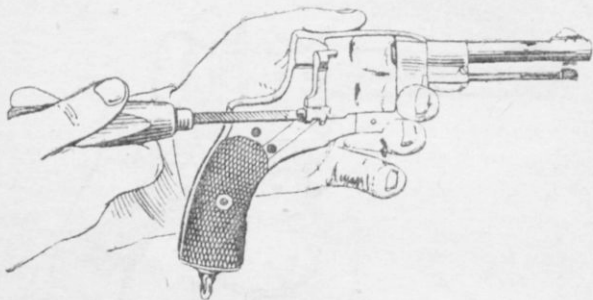

Рис. 40. Как отвинтить винт дверцы
15) отделить дверцу и ее пружину: отвинтить винт пружины дверцы; отвинтить и вынуть винт дверцы (рис. 40); вынуть дверцу и ее пружину;